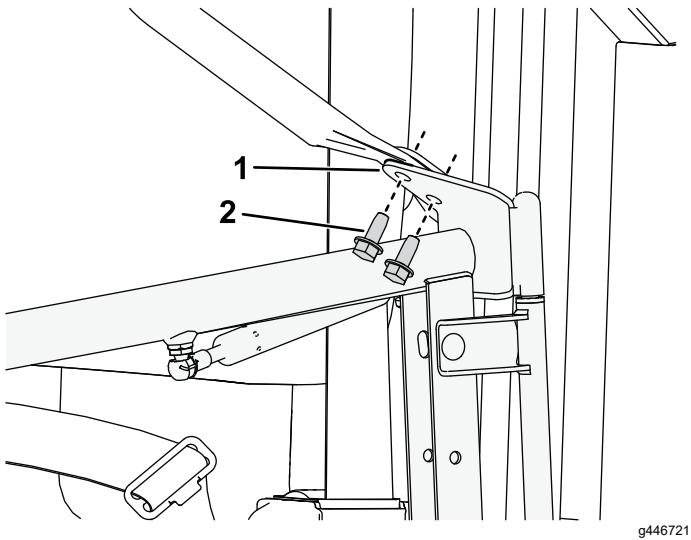

Figura 9
- Fissate, senza serrarla, la cerniera superiore del gruppo porta alla staffa di fermo della spalla utilizzando le viti rimosse al punto 5 (Figura 9).